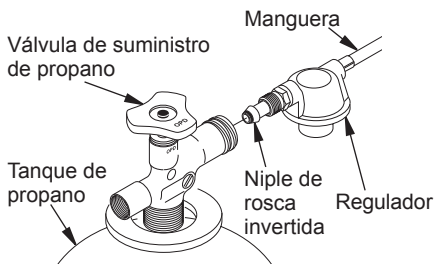

Figura 6 - Posición del regulador
2. Conecte el niple de rosca invertida del ensamblaje de manguera-regulador a los tanques de propano. Gire el niple de rosca invertida en sentido contrario al de las manecillas del reloj en la rosca del tanque. Apriete firmemente usando una llave. **IMPORTANTE:** coloque el regulador de manera que la manguera que sale del regulador esté en posición horizontal (consulte la figura 6). Esto coloca la ventila del regulador en la posición correcta para protegerla de la intemperie.